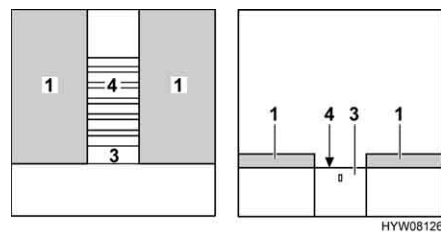

Fig. 82 Durante la transformación
- Extraer completamente el somier (Fig. 82,4). Para esto, tirar del dispositivo de extracción (Fig. 82,3).